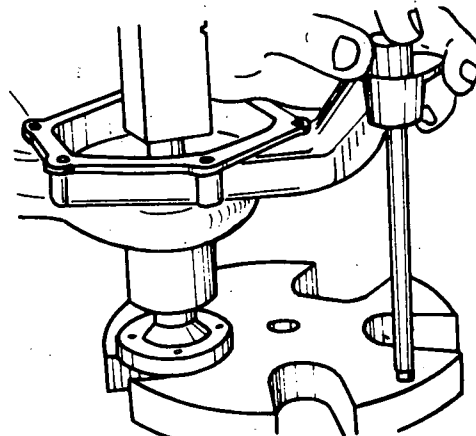

Fig. 4
- e Instale o cubo da polia, utilizando uma prensa (fig. 4).